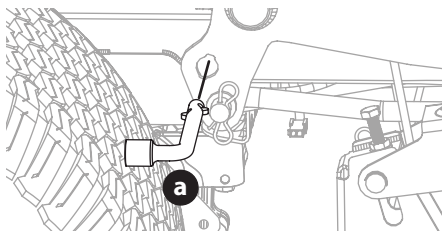

Fig. 43
- En los tractores equipados con la perilla o el pasador de elevación de la plataforma, use el pedal de elevación de la plataforma y la perilla o el pasador de elevación de la plataforma para ubicar la plataforma en la posición más baja, y use la herramienta para usos múltiples (a) (si se incluye) para bloquear los componentes de la elevación de la plataforma en su lugar como se muestra en la Fig. 43. En tractores con una manija de elevación de la plataforma, baje la plataforma a la posición más baja.